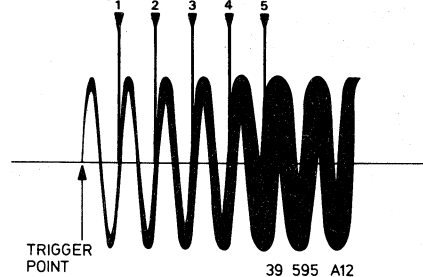
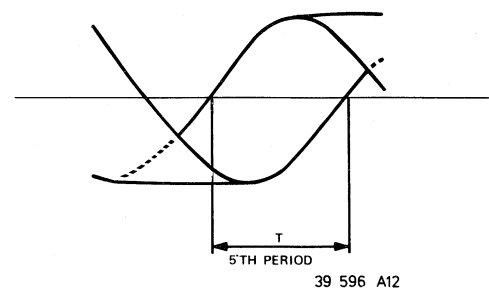

Fig. 1
Fig. 2
- Oszilloskop auf die richtige Position triggern (siehe Bild 1).
- Die Abweichung ("deviation") nach der fünften Periode (siehe Bild 1 und Bild 2) messen.